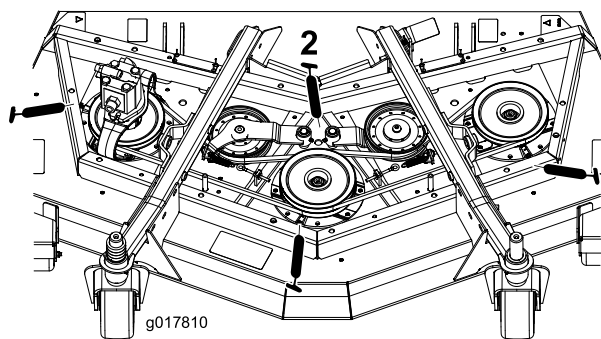

Figura 38
- Três rolamentos do eixo - localizados debaixo da polia (Figura 38)
- Casquilhos da articulação do braço intermédio (Figura 38)